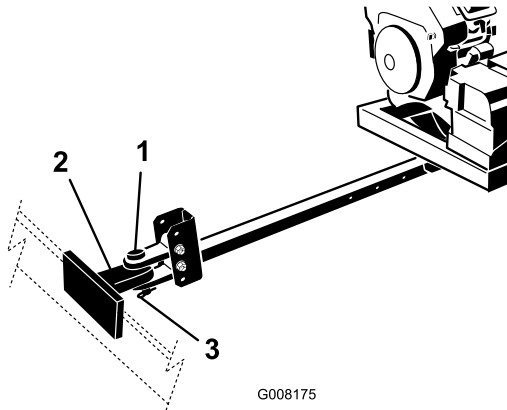

Figura 8
- Collegate l'uncino dell'attacco di traino del soffiatore all'attacco di traino del veicolo trainante con il perno e l'uncino di traino (Figura 8).